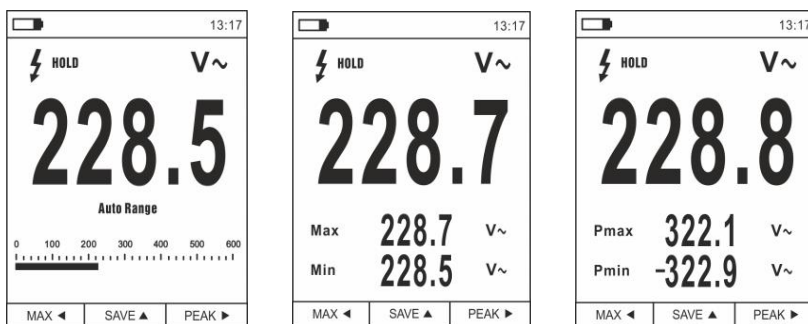

Fig. 9 Messung MIN/MAX und PEAK
1. Drücken Sie die Taste **MAX** ◀, um in den Messmodus der MAX und MIN-Werte der zu messenden Größe einzutreten (siehe Fig.9 - Mitte)
6. Drücken Sie die Taste **PEAK** ▶, um in den Messmodus der Spitzenwerte der zu messenden Größe zu gelangen (siehe Fig.9 – rechte Seite). Die Symbole "Pmax" und "Pmin" erscheinen im Display und die Werte werden wie für die Funktion MAX/MIN aktualisiert